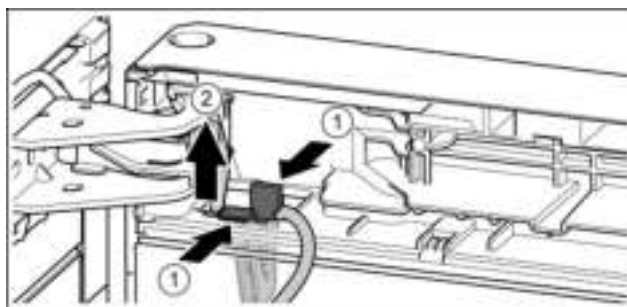

Fig. 20
- ▶ Tegen las drukken. *Fig. 20 (1)*
- ▶ Kabelhouder met de hieraan bevestigde kabel eruit trekken. *Fig. 20 (2)*